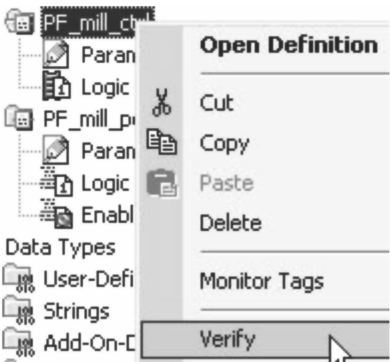

图 19-9 右键菜单
18. 右键单击指令并选择“验证”（Verify），如图 19-9 所示。